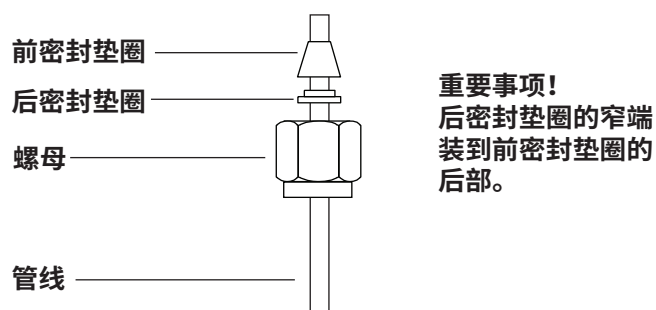

图 14. Swagelok 螺母和密封垫圈
- 1 将 Swagelok 螺母、后密封垫圈和前密封垫圈置于管线中，如图 14 所示。